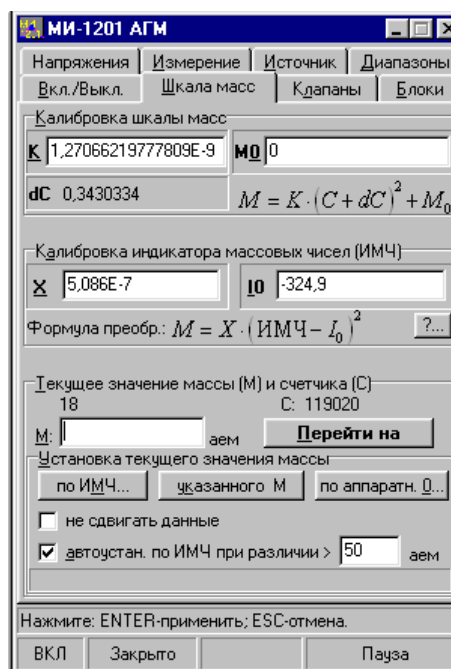

Рис. 3.5. Шкала масс
6. Установите шкалу масс. Для этого убедитесь, что параметры шкалы масс соответствуют указанным на рис. 3.5. Исправьте значения параметров, если они не
17. Настройтесь на максимум пика  $M = 18$ , используя клавиши  $\text{Alt} \rightarrow$  и  $\text{Alt} \leftarrow$  для плавного изменения массы и  $\text{Ctrl Alt} \rightarrow$  и  $\text{Ctrl Alt} \leftarrow$  — для быстрого перемещения по шкале масс. Не перепутайте пик  $M = 18$  с другими: он имеет максимальную величину, справа от него — слабый пик, слева — сильный. После настройки на максимум процедурой «М-шкала», «Найти центр пика», откорректируйте шкалу масс, указав точное значение положения пика  $M = 18.011$  в окошке «М» и нажав клавишу «указанного М» (рис. 3.5).